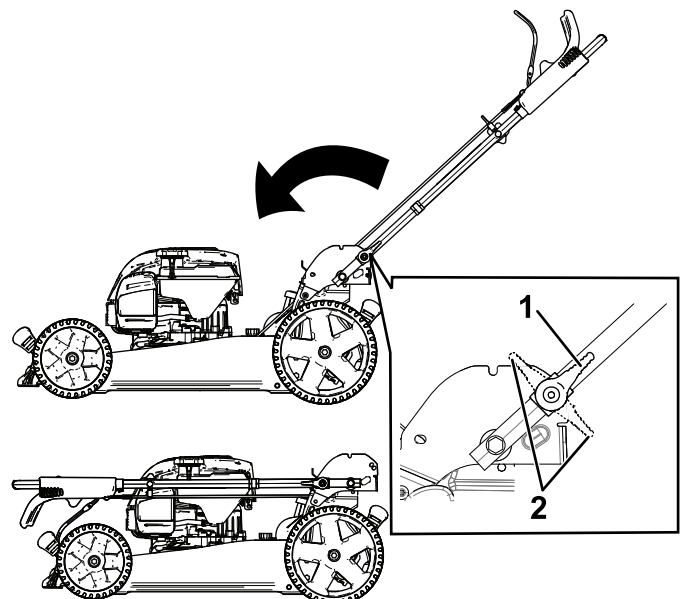

Figura 21
3. Abra las palancas de bloqueo del manillar (Figura 21).
4. Pliegue el manillar completamente hacia adelante (Figura 21).